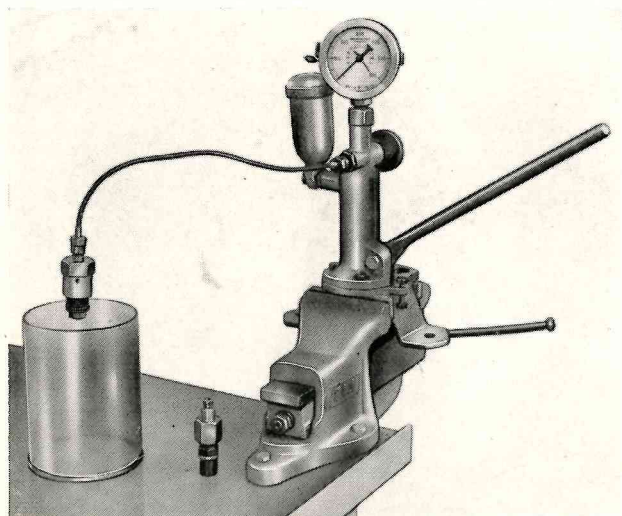

Fig. 247 - Apparecchiatura di prova per valvole limitatrice di pressione e di sicurezza.
- controllare mediante la pompa a mano **12131 bis** provvista di portavalvole **26593/A/B**, (fig. 247) se l'inizio di apertura delle valvole limitatrice di pressione e di sicurezza, corrisponde ai valori di pressione riportati in tabella a pag. 151. Nel caso contrario è necessario per la prima variare gli spessori di registro, per l'altra avvitare leggermente l'astuccio per molla;